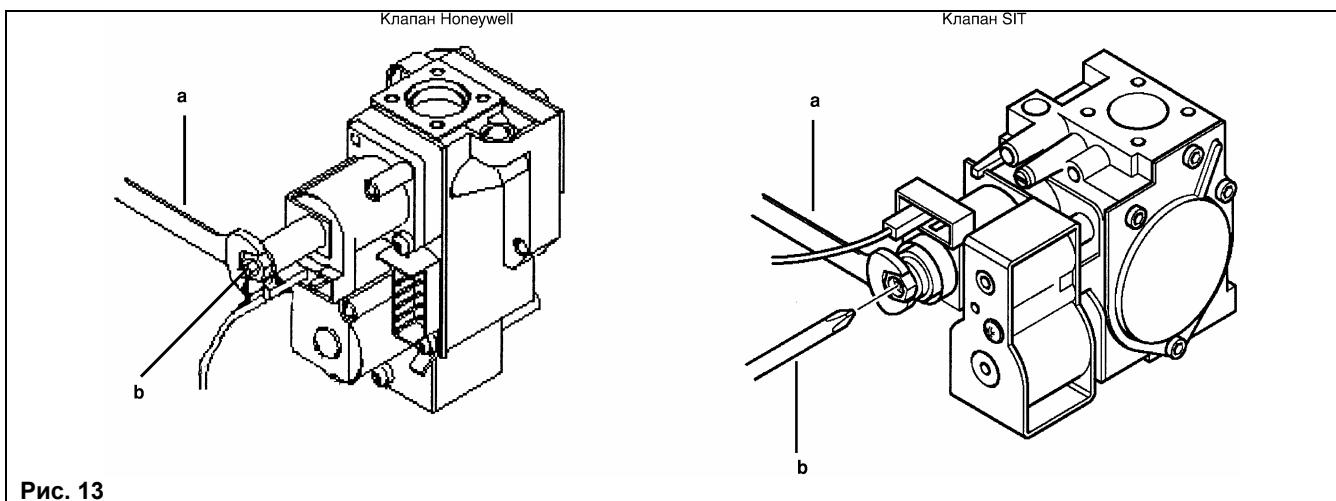

Рис. 13
- Проверить давление газа на горелке согласно таблице 2 для соответствующей модели котла и соответствующего типа газа. При необходимости снять крышку модулятора (позиция 4, рис.12) и поворачивать латунный винт ключом **a** (ключ **a**, рис.13) до достижения давления, указанного в таблице 1 для соответствующей модели котла и соответствующего типа газа.
- Отсоединить провод питания модулятора. Котел перейдет в режим минимальной мощности. Проверить давление газа на горелке согласно таблице 1 для соответствующей модели котла и соответствующего типа газа. При необходимости и поворачивать винт (поз. **b**, рис.13) до достижения давления, указанного в таблице 1 для соответствующей модели котла и соответствующего типа газа.
<p>Положение «OFF» приведенных ниже переключателей обозначает: GPL режим работы котла на природном газе (метане) T-off минимальное время между двумя включениями котла по контуру отопления составляет 3 мин.</p>	 Рис. 13а
<p>Положение «ON» приведенных ниже переключателей обозначает: GPL режим работы котла на сжиженном газе T-off минимальное время между двумя включениями котла по контуру отопления составляет 10 секунд</p>	 Рис. 13б